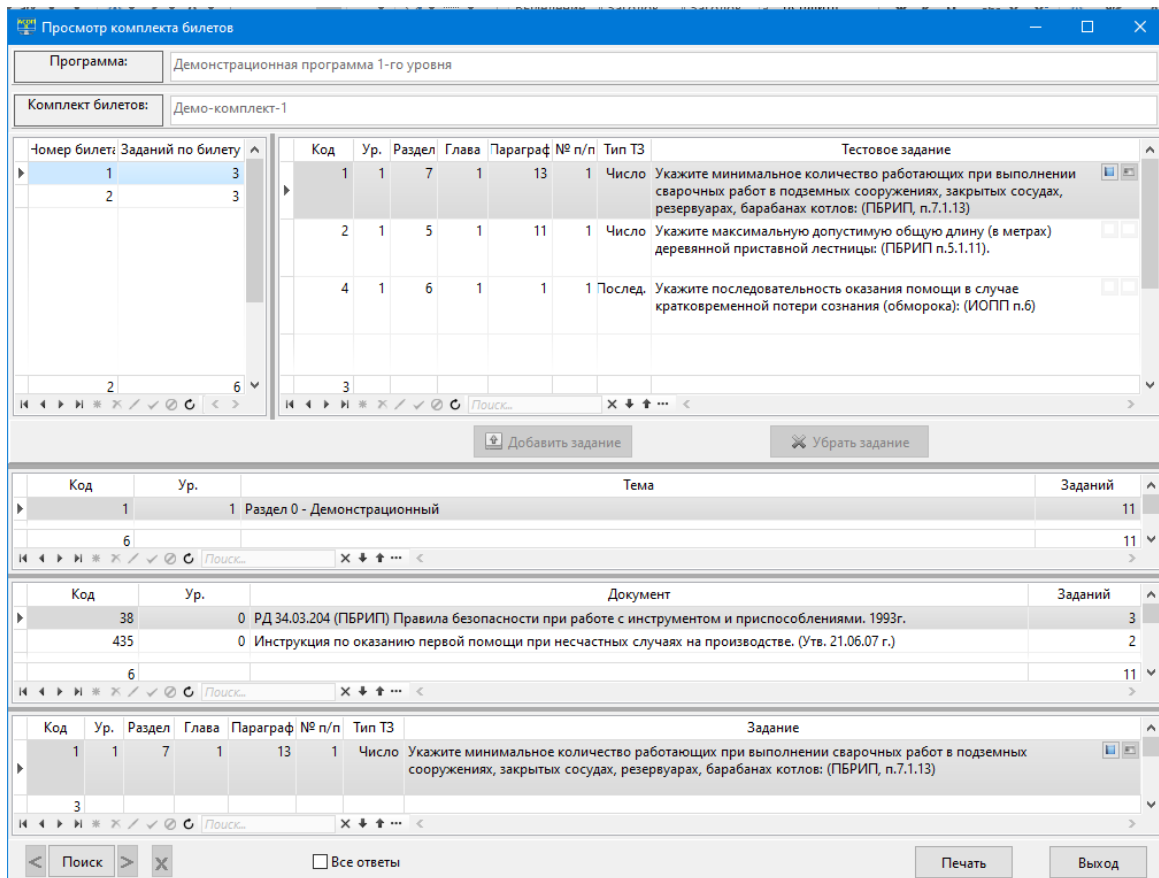

Рисунок 3.58 Форма «Просмотр комплекта билетов»
- если режим редактирования не включен, то эта кнопка реализует функцию «Посмотреть комплект билетов» и при её нажатии вызывается форма (Рисунок 3.58), позволяющая увидеть состав комплекта, подробно посмотреть содержимое билетов, входящих в